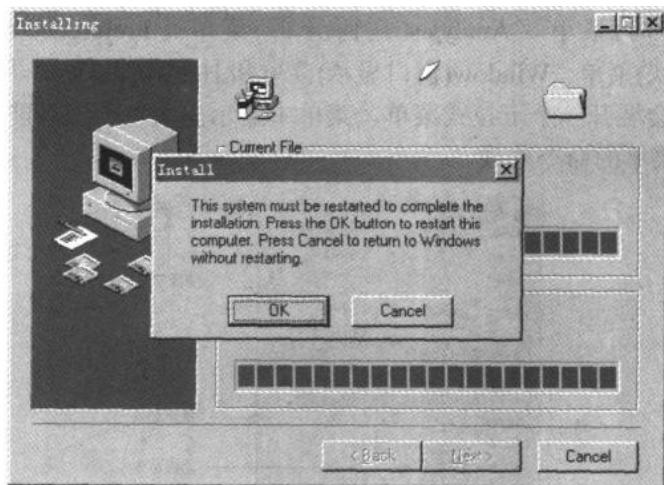

图 1.5 安装完成确认
- (4) 接下来出现安装前确认对话框，单击对话框的 **Next >** 按钮以后会出现正在安装对话框，安装完成后会出现如图 1.5 所示的对话框，提示需要重新启动计算机。单击 **OK** 按钮即可。